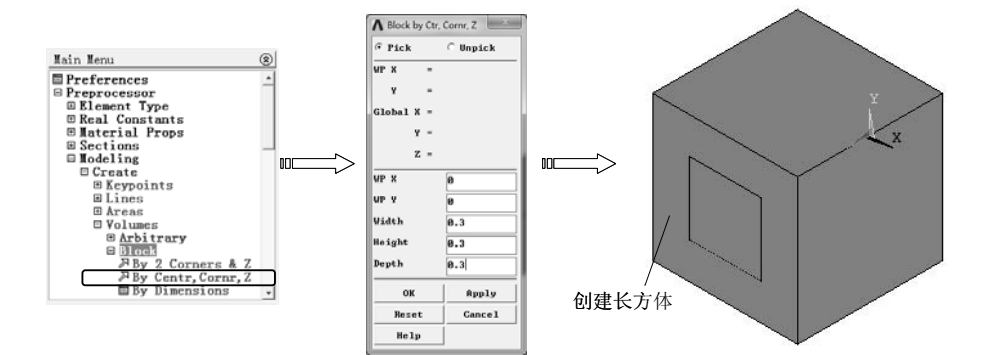

图 8-89 通过中心和角点创建长方体
2) 选择“Main Menu>Preprocessor>Modeling>Create>Volumes>Block>By Centr, Cornr, Z”命令，弹出“Block by Ctr, Cornr, Z”对话框，在“WP X”和“WP Y”文本框中心的 X、Y 坐标（0，0），在“Width”“Height”“Depth”文本框中输入长 0.3、宽 0.3、高 0.3，单击“OK”按钮创建长方体，如图 8-89 所示。